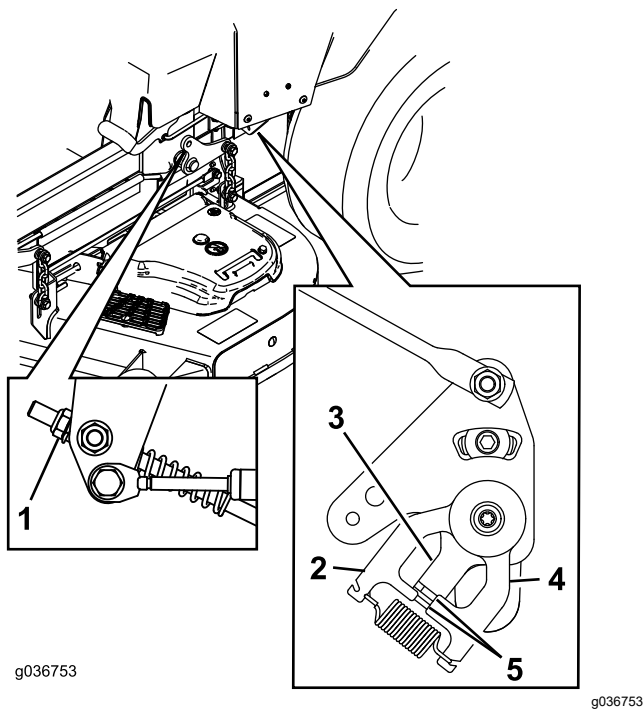

Figura 67
11. Regolate le lunghezze delle aste di controllo della pompa ruotando il dado nella direzione idonea sinché le ruote strisciano leggermente in retromarcia (Figura 66 e Figura 67).